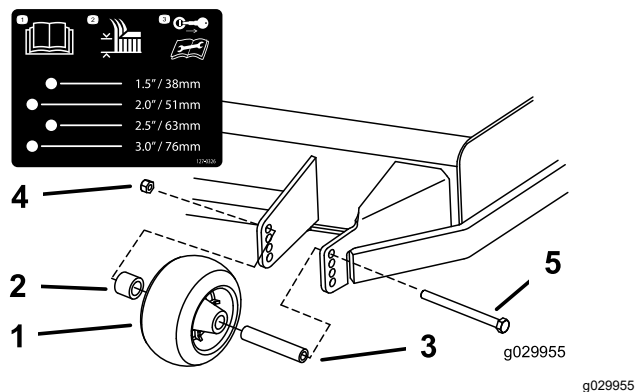

Figura 27
3. Ajuste los rodillos protectores del césped como se muestra en Figura 27.